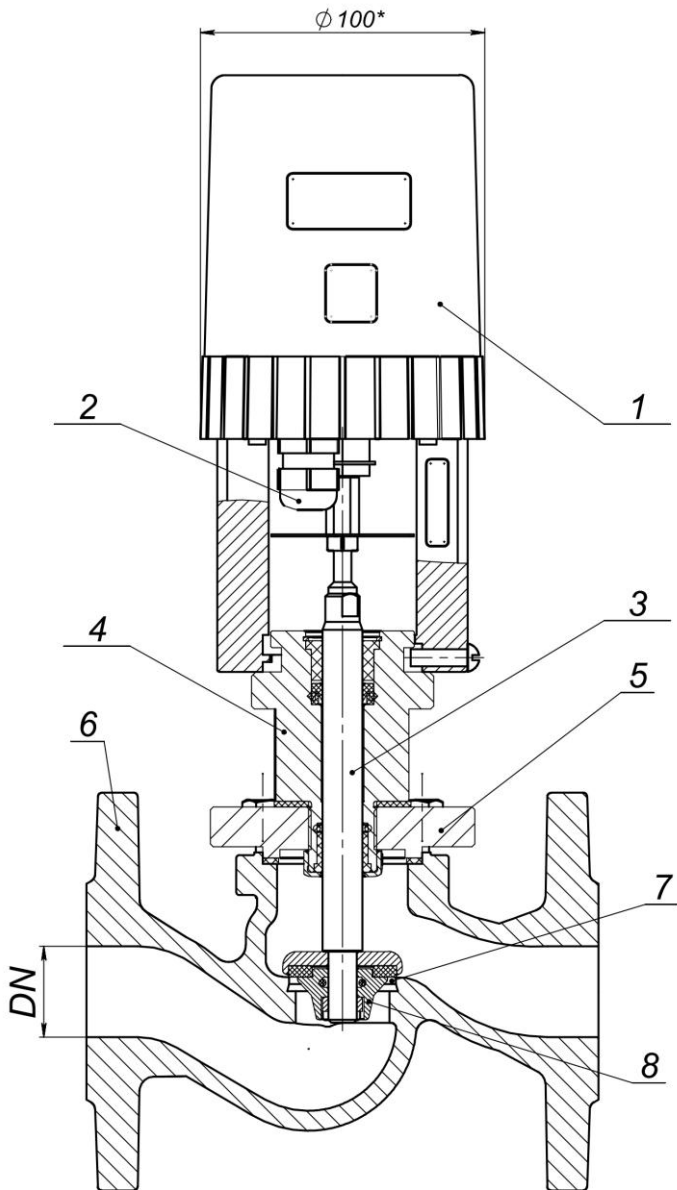

Рис. 5.1
Вид клапана с электрическим исполнительным механизмом (приводом) приведен на рис. 5.1. Клапан состоит из следующих узлов и деталей:
- подать с управляющего устройства (регулятора) команду на открытие клапана, шток 3 (см. рис. 5.1) должен двигаться вверх;
- подать с управляющего устройства (регулятора) команду на закрытие клапана, шток 3 (см. рис. 5.1) должен двигаться вниз;